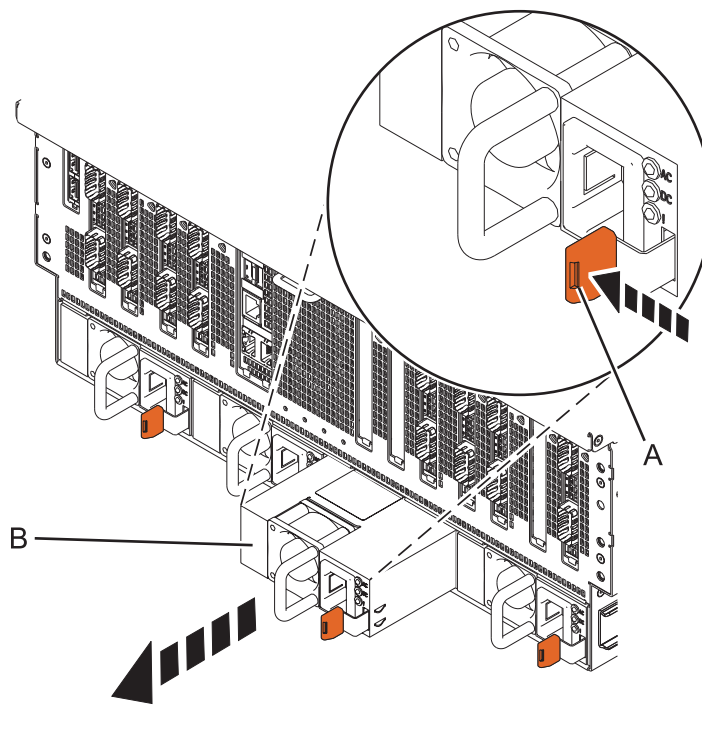

Abbildung 6. Netzteil aus der Rückseite eines Systemchassis ausbauen
2. Drücken Sie die terrakottafarbene Sperrzunge (**A**) in die in Abb. 6 gezeigte Richtung.
3. Ziehen Sie das Netzteil (**B**) von dem System ab, wie in Abb. 6 gezeigt.